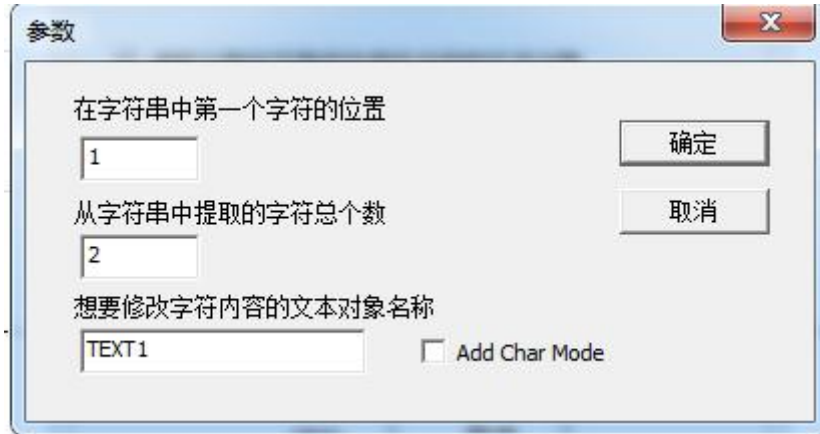

图 4-38
- 3.点击“增加”按钮，弹出下图 4-38 对话框（表示从变量文本内容的第一个开始取 2 个字符替换指定名称的固定文本对象的内容